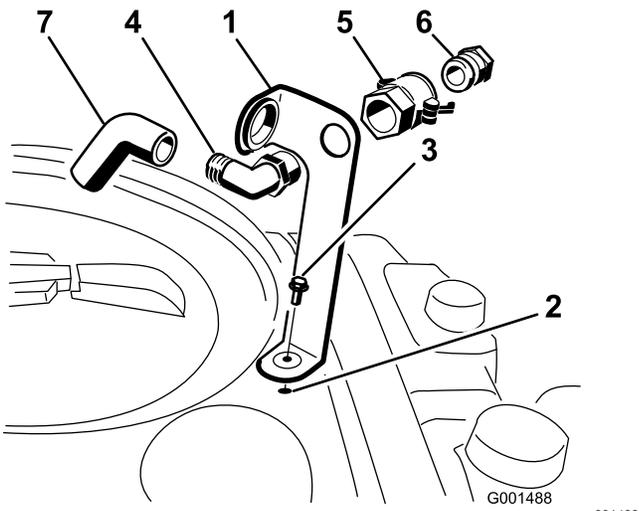

图3
1. 如图3所示将加水口插口支架放在药缸的螺纹孔上方用凸缘头螺栓5/16 x ¾ 英寸固定。
2. 将90°弯头的螺纹端穿过支架拧上快速接头固定至支架上图3。
3. 将软管适配器装入快速接头图3。
4. 将适配器锁定到位将手柄旋向适配器然后用发卡销固定图3。
5. 将防虹吸软管穿过支架上的大开口然后插入到90°弯头的宝塔接头上图3。